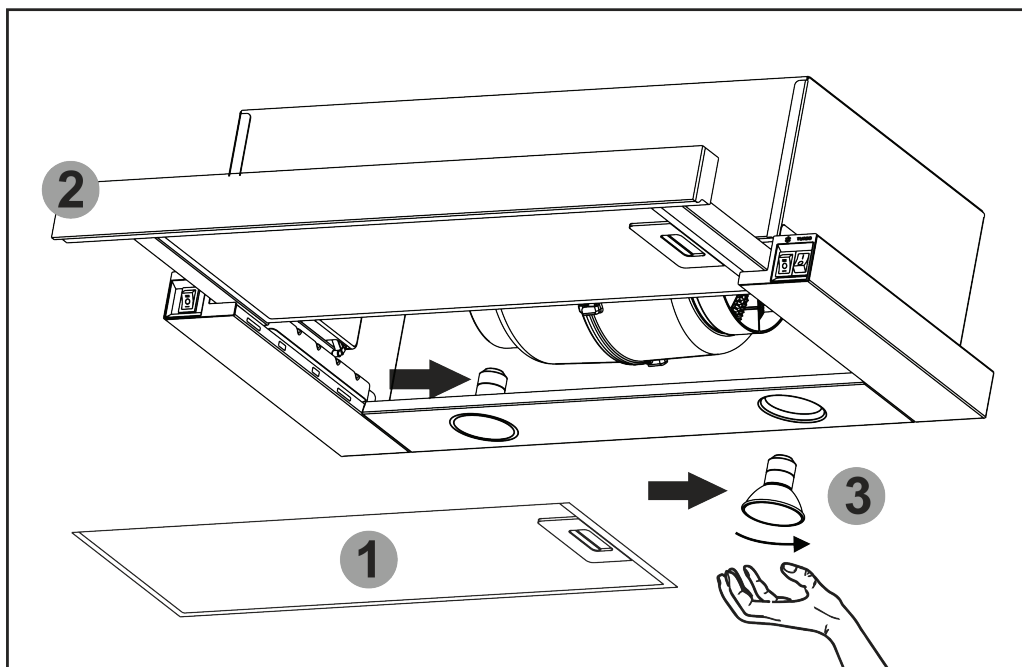

Рис.7
**8.9** На вытяжке установлении **LED SMD** лампы подсветки рабочей зоны плиты. Перед началом замены ламп освещения необходимо отключить вытяжку от электросети, дать возможность охладеть лампам. Для замены лампы необходимо снять алюминиевый фильтр **1**, вытянуть выдвижную панель с фильтром **2**, отжать держателя патрона на себя, чтобы лампа **3** вышла из корпуса вытяжки, удерживая держатель патрона, слегка надавить на лампу в направлении патрона и, повернув ее против часовой стрелки, вынуть из корпуса вытяжки (**рис.7**).